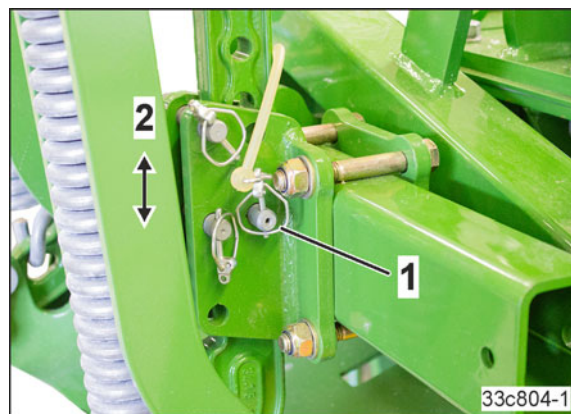

Fig. 148
Colocar el borrahuellas en vertical en la profundidad de trabajo deseada (Fig. 148/2) y asegurar el bulón de fijación (Fig. 148/1) con un pasador clavija.
La máquina no debe colocarse sobre el borrahuellas para evitar daños. Insertar el borrahuellas en la posición superior de la empuñadura empotrada (véase Fig. 148).
1. Retirar el pasador clavija (Fig. 148/1).
4. Insertar el borrahuellas en la posición superior de la empuñadura empotrada (Fig. 148/2)
5. Asegurar el perno de seguridad con un pasador clavija (Fig. 148/1).